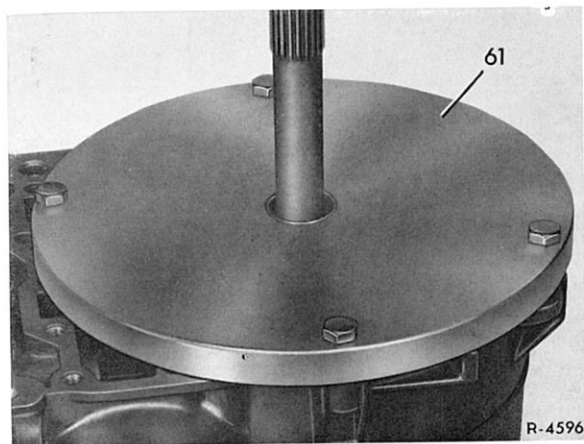

Bild 27-1/37
15 Radsatz vorn mit dem zur Montagevorrichtung gehörenden Montageflansch (61) abstützen (Bild 27-1/37).